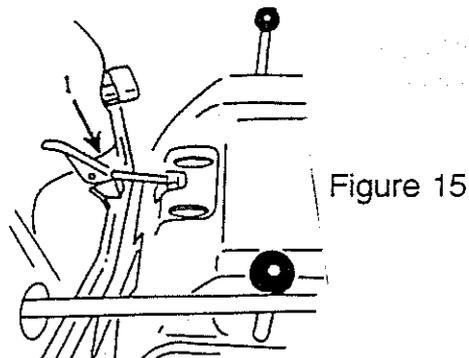

Figure 15
## Accrochage du bac de ramassage (10) (fig.15 et 16)